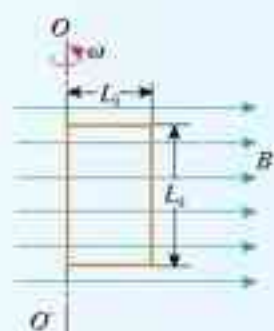

图 4.4-6 证明线圈此时的感应电动势为 $BS\omega$
5. 如图 4.4-6, 矩形线圈在匀强磁场中绕 OO' 轴转动时, 线圈中的感应电动势是否变化? 为什么? 设线圈的两个边长分别是 L_1 和 L_2 , 转动时角速度是 ω , 磁场的磁感应强度为 B 。试证明: 在图示位置时, 线圈中的感应电动势为